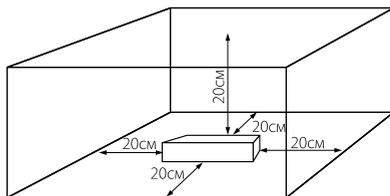

Рис.1
4.2. Для естественной вентиляции обеспечьте свободное пространство вокруг источника питания не менее 20см, как изображено на Рис.1. При невозможности обеспечить свободное пространство используйте принудительную вентиляцию.